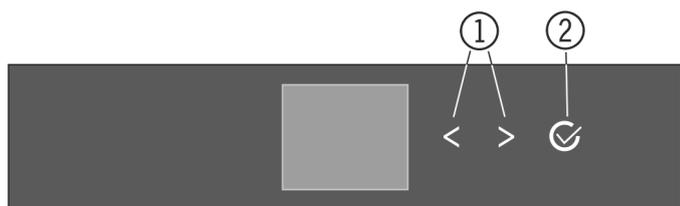
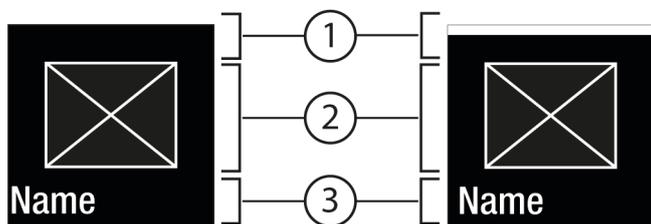
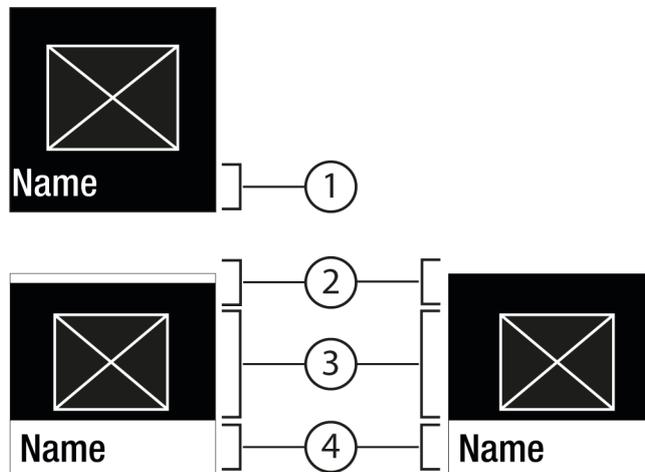

Fig. 5
Fig. 6
Fig. 7
- (1) Navigationspfeil links / rechts (2) Bestätigen rechts
Navigationspfeil links / rechts Fig. 5 (1):
Bestätigen Fig. 5 (2):
- Mit Navigationspfeil links / rechts Fig. 5 (1) navigieren.
- Mit Bestätigen Fig. 5 (2) das Untermenü Fig. 7 (4) aufrufen.
- Neuen Wert einstellen: Mit Bestätigen Fig. 5 (2) einen deaktivierten Wert Fig. 6 (1) auswählen.
- Zurück ins Menü: Mit Bestätigen Fig. 5 (2) den bereits aktivierten Wert Fig. 6 (2) auswählen.
- ▶ Navigationspfeile *Fig. 5 (1)* so oft drücken, bis Funktion angezeigt wird.
- ▶ Bestätigen *Fig. 5 (2)* drücken.
- ▶ Navigationspfeile *Fig. 5 (1)* so oft drücken, bis die Funktion angezeigt wird.
- ▶ Mit Navigationspfeilen *Fig. 5 (1)* Einstellungswert wählen.
- ▷ Status: aktiviert *Fig. 6 (1)* erscheint kurz im Untermenü *Fig. 7 (4)*.
- ▶ Navigationspfeile *Fig. 5 (1)* so oft drücken, bis Einstellungen  angezeigt wird.
- ▶ Navigationspfeile *Fig. 5 (1)* so oft drücken, bis die gewünschte Einstellung angezeigt wird.
- ▶ Bestätigen *Fig. 5 (2)* 3 Sekunden lang drücken.